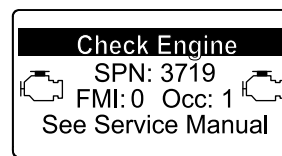

Figura 75
- Advertencia del motor SPN 3719, FMI 0 (Figura 75)